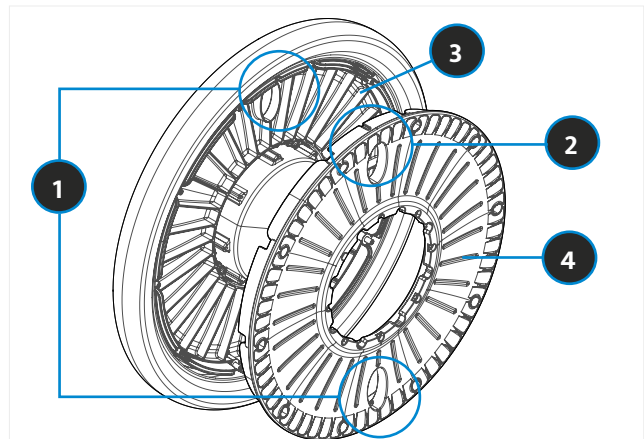

BILD 62 ORIENTIERUNG FELGEN - IMMER 2 AUF 3 LAMELLEN
- ▶ Die Felgenhälften zusammendrücken und darauf achten, dass die Lamellen (3 Stück) der Ventilöffnung nach außen stehen (siehe Bild 62).